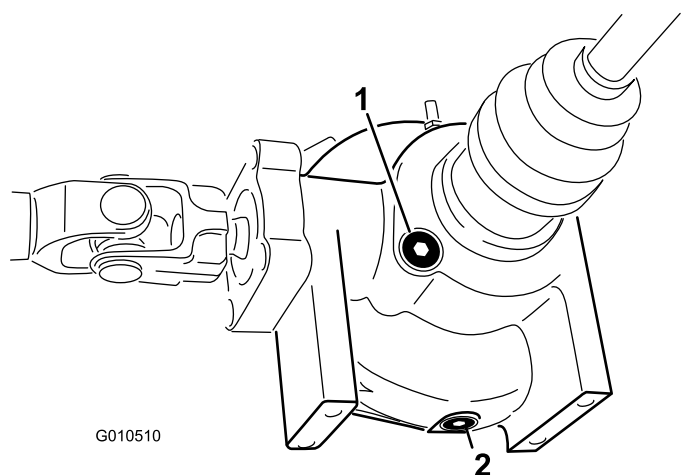

Figura 49
2. Limpie la zona alrededor del tapón de vaciado en el lateral del diferencial (Figura 49). Coloque un recipiente debajo del tapón de vaciado.